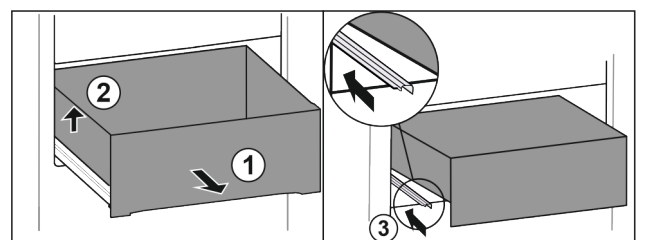

Fig. 85
- ▶ 将抽屉拉出至止挡。 Fig. 85 (1)
- ▶ 抬起抽屉左侧。 Fig. 85 (2)
- ▶ 推入左侧轨道。 Fig. 85 (3)